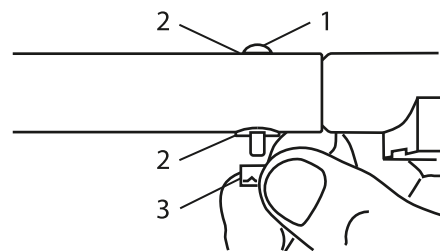

Рис. 3
- Вставьте винт с шайбами и шестигранной гайкой через отверстия А и В в последовательности из: винт, шайба, основание подставки, шайба, а затем шестигранная гайка (рис. 3).